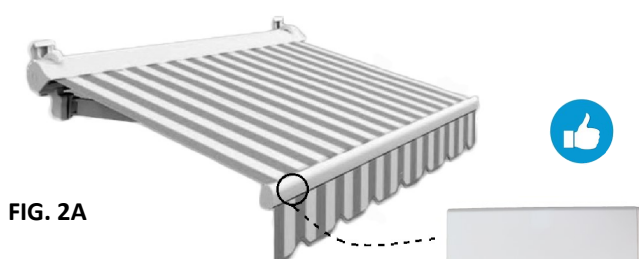

FIG. 2A
3. Selezionare un luogo per il fissaggio del sensore e la posizione corretta a bordo tenda (**FIG. 2A ÷ 2E**).